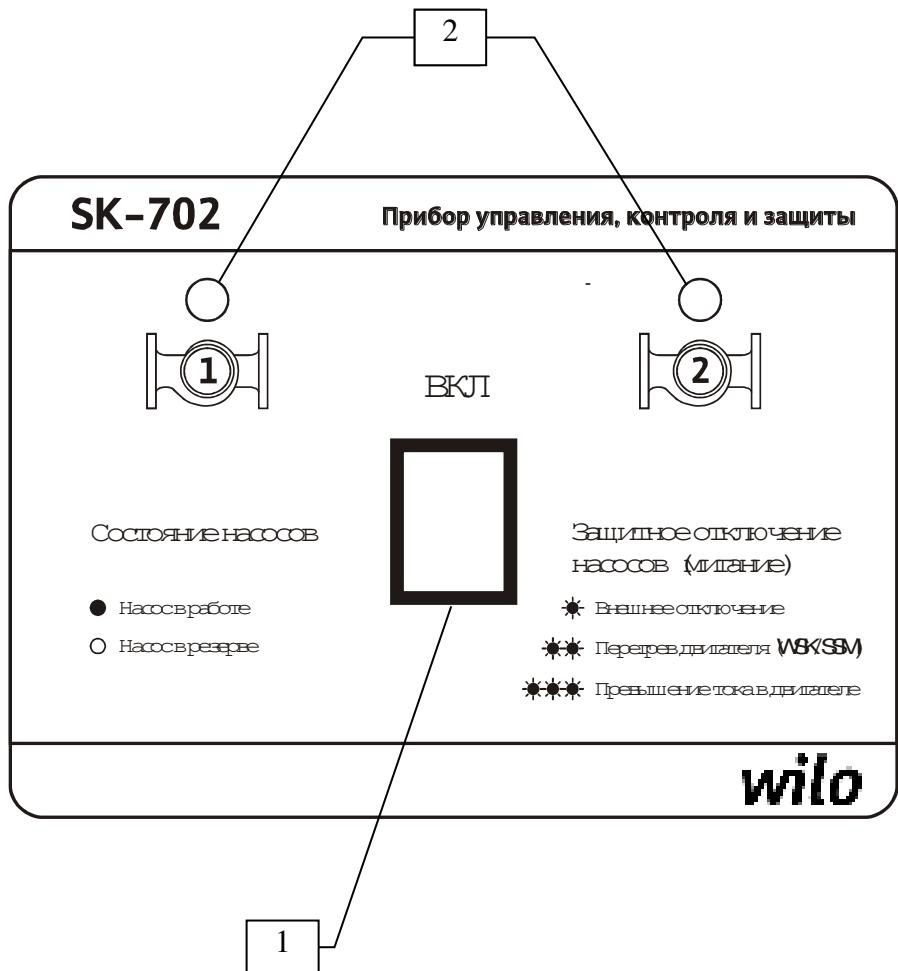

Рис. 1 Лицевая панель прибора
5.1 Лицевая панель прибора (рис. 1)
- **включение рабочего насоса** осуществляется при помощи основного выключателя (рис.1, поз.1). В момент включения на 0.5 сек. загораются оба индикатора, затем в течении 3 сек. мигает индикатор насоса, который должен включаться в соответствии с алгоритмом работы системы (рабочий насос). В случае отсутствия сигналов защитного отключения запускается двигатель рабочего насоса и его индикатор светится постоянно. При отсутствии аварии переключение на другой насос осуществляется при повторном пуске прибора (отключение/включение основного выключателя), при дистанционном включении/отключении прибора (вход IN), через 6/24 часа в зависимости от перемычки JP1;